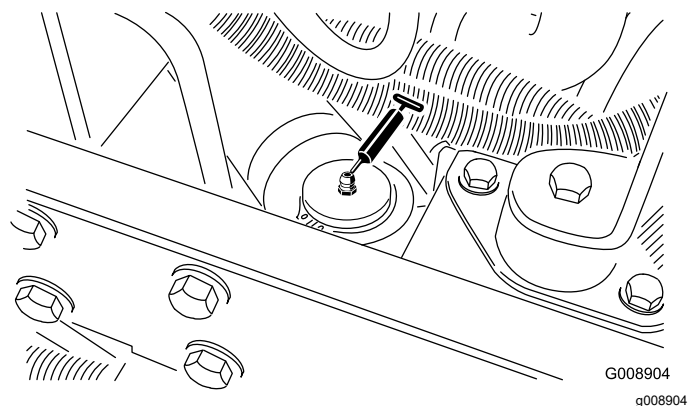

**Figura 39**
- 2 articulações dos braços de elevação dianteiros direitos e cilindro de elevação (Figura 39)